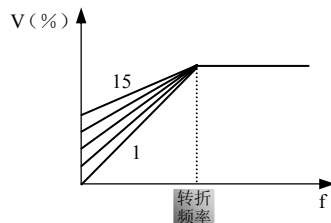

图 5-7 转矩提升示意图
• 选择直线式 V/F 曲线时, 可通过 F502 设定转矩提升, 设定值越大, 补偿越大 (如图 5-7 所示), 起动电流也会增加, 所以设定值过大有可能导致变频器过流保护。